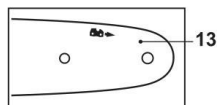

Abb. 4
5. Das Führungsschwert (13) sollte mit dem Symbol „Schneiden“ der Kette der Säge im oberen Teil des Schwerts versehen sein (Abb. 4).